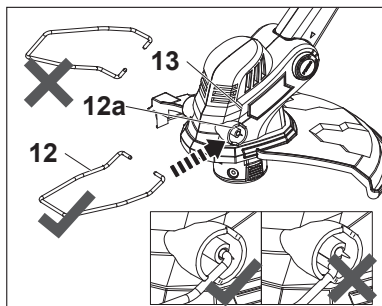

Fig. 2
1. Alinee los extremos de la varilla del protector de plantas (12) en sus correspondientes puntos de fijación (12a) del cabezal del cortabordes (13).
2. Asegúrese de encajar correctamente los extremos de la varilla en sus correspondientes huecos (Fig. 2).